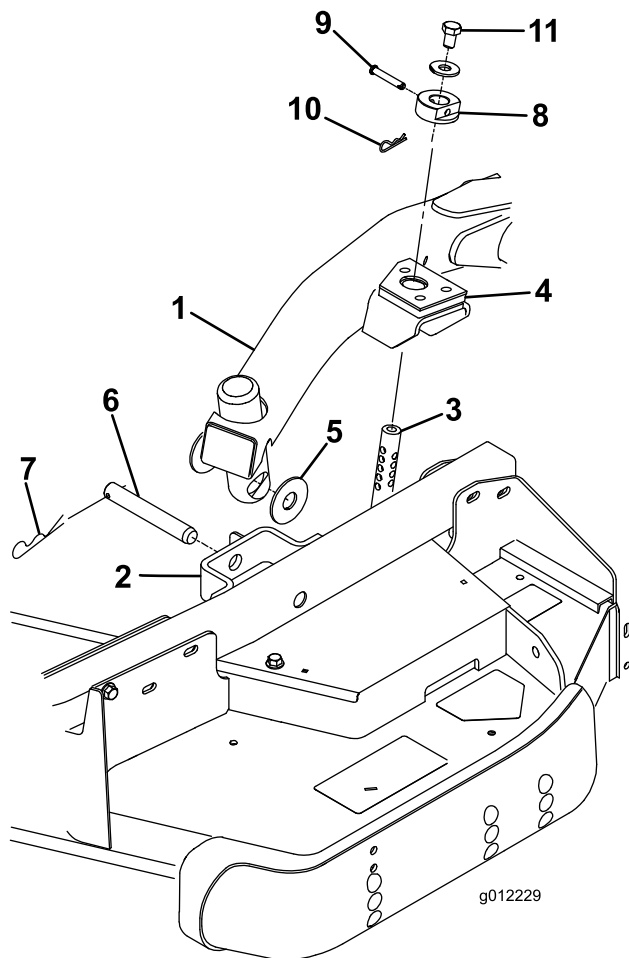

Bild 4
2. Stellen Sie den Hubhebel auf die Schweben-Stellung. Drücken Sie einen Hubarm nach unten, bis die Löcher im Hubarm mit den Löchern in der Laufradarmhalterung ausgerichtet sind, und die Schritthöhenstange in die Hubarmpolster eingesetzt werden kann (Bild 4).
- Setzen Sie oben auf jeder Schnitthöhenstange eine Schraube 1/2 x 3/4 Zoll) und eine Scheibe ein (Bild 4).
- Befestigen Sie den Hubarm mit zwei (2) Druckscheiben, einem Lastösenbolzen und einem Splint am Laufradarm. Legen Sie die Druckscheiben zwischen den Hubarm und die Halterung des Laufradarms (Bild 4). Setzen Sie das Ende des Splints in den Schlitz im Laufradarm ein, um den Splint zu arretieren.
- Befestigen Sie die Schnitthöhenstellringe an den Schnitthöhenstangen und befestigen Sie sie mit den Lastösenbolzen und den Splints (Bild 4). Der Kopf